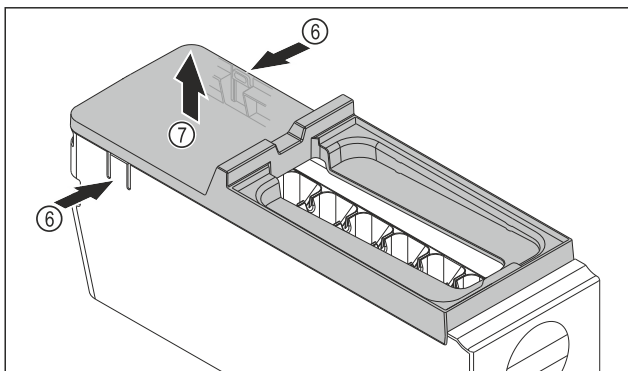

Fig. 113
- ▶ Изваждане на капака на корпуса на EasyTwist-Ice: Натиснете езичетата Fig. 113 (6) от двете страни на корпуса на EasyTwist-Ice с една ръка.
- ▶ С другата ръка извадете капака Fig. 113 (7) нагоре.